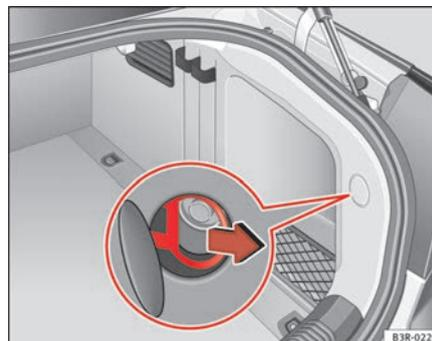

Fig. 161 Coffre à bagages : déverrouillage d'urgence du volet de réservoir
- Pour déverrouiller la trappe à carburant, tirez la sangle ⇒ fig. 161. ■